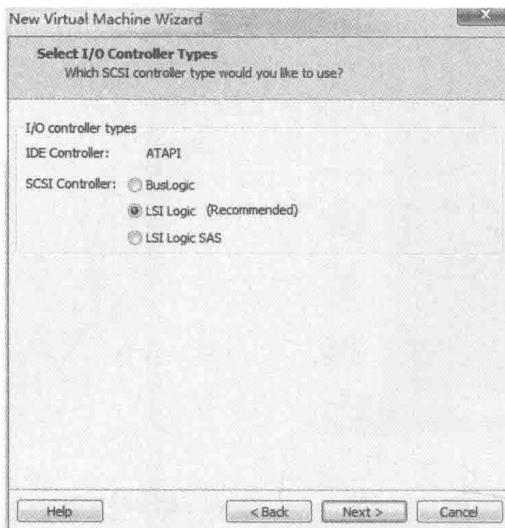

图4-18 I/O配置模式界面
(8) 接下来为虚拟机 I/O 工作模式设置界面, 如图 4-18 所示。